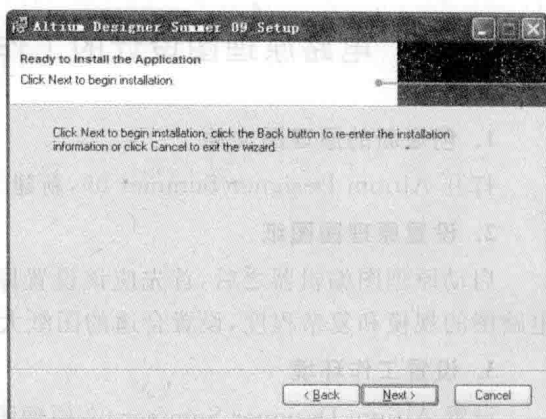

图 1-8 Ready to Install the Application 窗口
(8) 勾选“Install Board-Level Libraries”选项,单击“Next”按钮,出现如图 1-8 所示的 Ready to Install the Application 窗口。